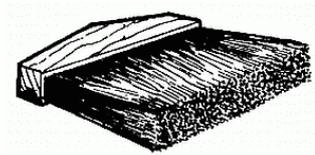

Рис. 25. Щетка для смывания
3. Щетка для смывания (рис. 25).